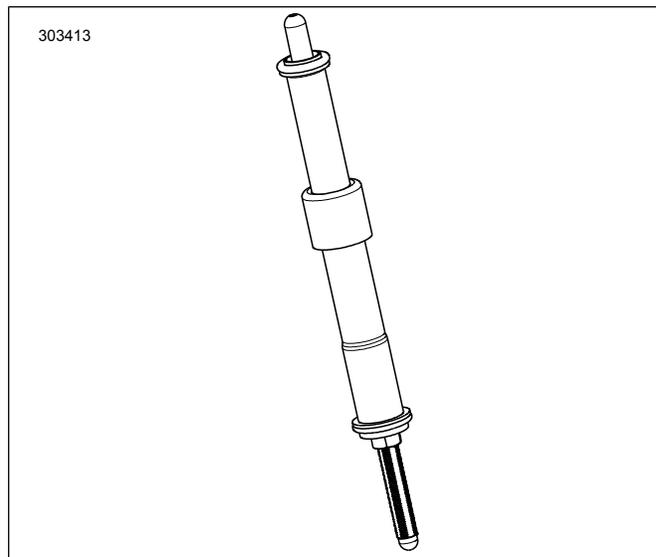

Figura 2. Varilla de empuje instalada en la tapa de la varilla de empuje
7. Vea la Figura 2. Instale las varillas de empuje de admisión en las cubiertas de la varilla de empuje. Reemplace los O-rings, cubierta inferior de la varilla de empuje y fijador de la tapa del resorte con los nuevos componentes suministrados en el kit. Asegúrese de que el extremo del tensor de la varilla de empuje esté desplegado.